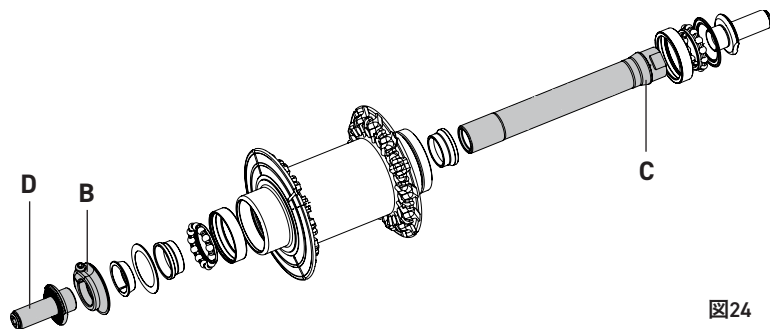

図24
- ・ 14 mm オープン・レンチをC (図24) の位置に差し込み、ハブ調整ナットB (図24) がある反対側から、19 mm オープン・レンチでアダプター D (図24) を取り外します。19 mm オープン・レンチの代わりに、T30 トルクス・レンチをハブのエンドに差し込み、使用することができます。
- ・ 14 mm オープン・レンチをCの位置 (図24) に差し込み、19 mm オープン・レンチで 12Nm. のトルクを掛けながら、アダプター D (図24) を締め込みます。19 mm オープン・レンチの代わりに、T30 トルクス・レンチをハブのエンドに差し込み、使用することができます。